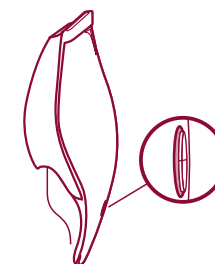

Fig. 6
- Om apparaten är korrekt placerad tänds den röda signallampen vid knapparna. (fig. 6)